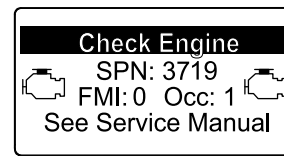

Figura 50
- Advertencia del motor SPN 3719, FMI 0 (Figura 50)